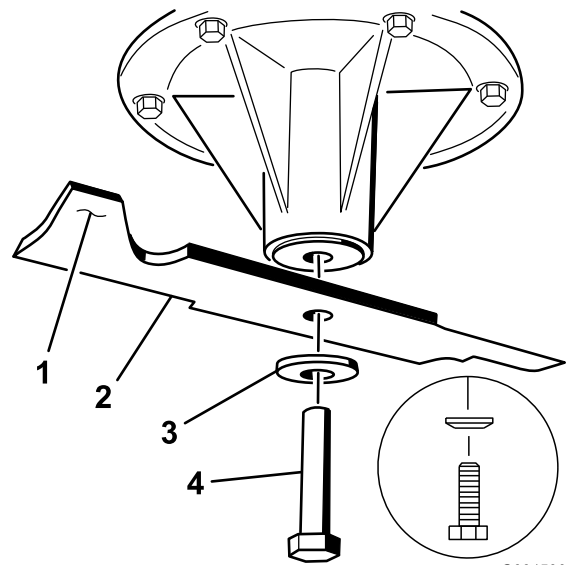

図 77
2. スピンドルシャフトにブレードを取り付ける(図 77)。
3. 湾曲ワッシャとブレードボルトを取り付ける 図 77。
注 湾曲ワッシャは、円錐先端側をボルトの頭に向けて取り付ける 図 77。